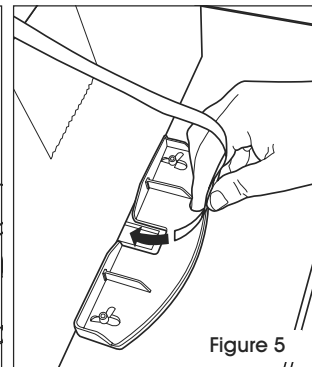

Figure 5
- b. Passez le feuillard autour du paquet et insérez l'extrémité du feuillard dans l'entrée pour commencer la mise sous tension du feuillard et le cycle de thermoscellage. (Voir Figure 5)